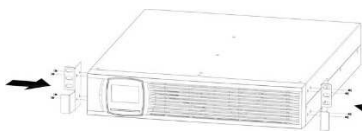

Figura 13: Fissaggio delle staffe di montaggio
4. Rimontare infine il pannello frontale in sequenza inversa. Allineare le staffe di montaggio (L = sinistra e R = destra) con i fori per le viti su ciascun lato del sistema UPS e fissarle con le viti a testa svasata M4 x 8 in dotazione (cfr. Figura 13).